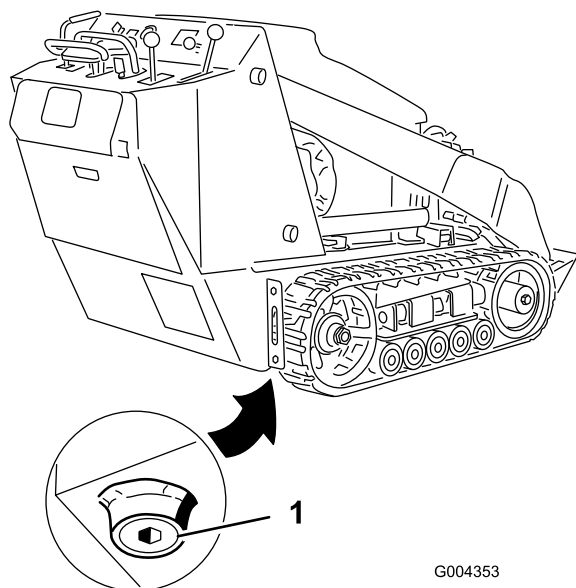

Figure 34
4. Enlevez le bouchon de vidange (Figure 34).